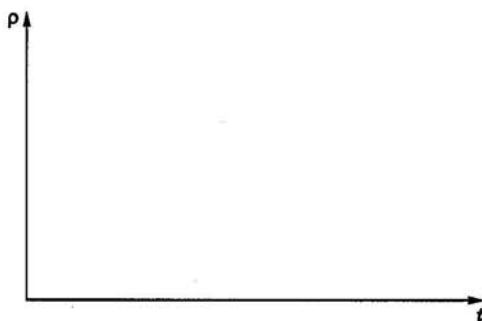

Рис. 1.1. Зависимости удельного сопротивления проводников, полупроводников и диэлектриков от температуры
1.32. На рис. 1.1 изобразите графические зависимости удельного сопротивления проводников, полупроводников и диэлектриков от температуры.